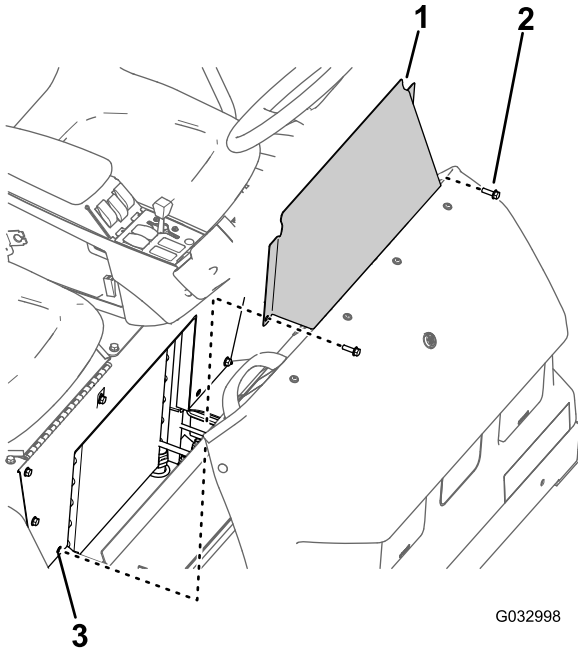

Figura 61
- Rimuovete i 2 bulloni a testa flangiata che fissano il pannello di accesso alla base del sedile (Figura 61).
- Rimuovete il pannello di accesso alla base del sedile dalla macchina (Figura 61).
- Allineate i fori nel pannello di accesso alla base del sedile con i fori nella base del sedile (Figura 61).
- Montate il pannello di accesso alla base del sedile sulla base del sedile con i 2 bulloni a testa flangiata (Figura 61) rimossi al passaggio 1 di Rimozione del pannello di accesso alla base del sedile (pagina 54).